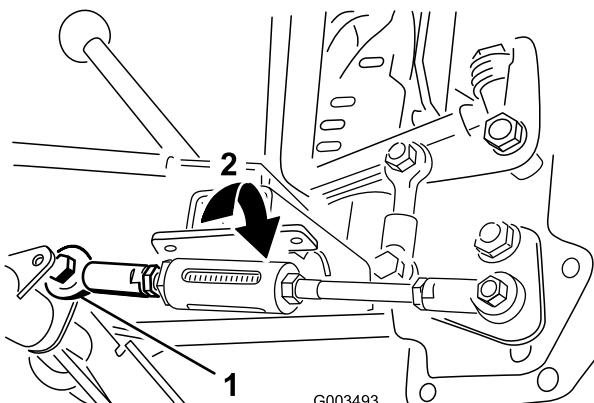

Figure 19
- A. Retirez le boulon et l'écrou qui fixent la tige au tube de pivot (Figure 19).
3. Serrez le contre-écrou qui fixe la tige de ressort jusqu'à ce que 6 à 13 mm de filetage soient visibles pour appliquer la tension au ressort (Figure 19).